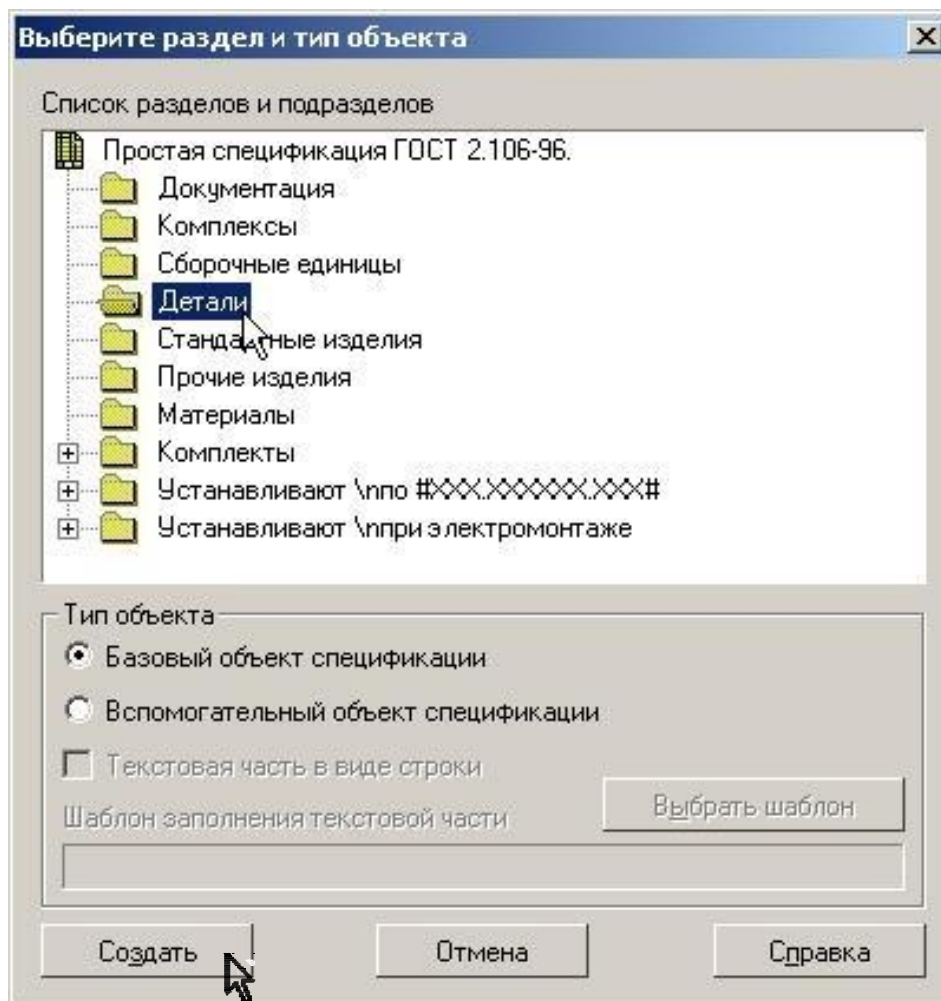

Рис. 2
2. Из меню **Вставка** выберите команду **Раздел**  и создайте раздел «Детали» (разделы можно создавать в произвольной последовательности), рис. 2.